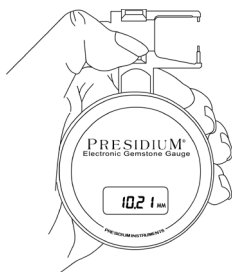

Abb. 2.1
- Der Presidium Electronic Gem Gauge sollte in der Handfläche gehalten werden. Bewegen Sie den Schieber mit der Daumenauflage (**Abb. 2.1**).